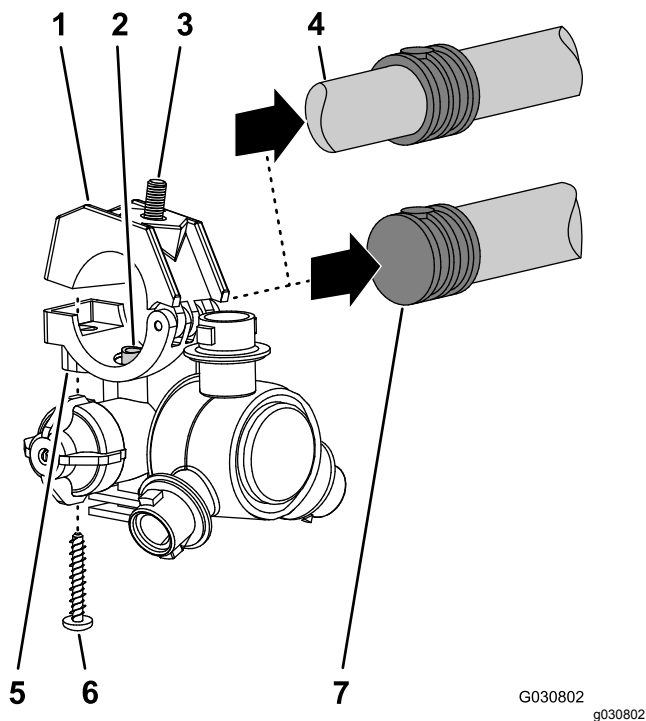

Figure 120
5. Avec les 8 buses de pulvérisation que vous avez retirées à l'opération 1, retirez les vis en acier inoxydable (n° 12 x 1¼") qui fixent les demi-colliers supérieurs et les anneaux cannelés simples ou doubles (¾") sur le corps de chaque buse, et déposez les anneaux cannelés (Figure 120).